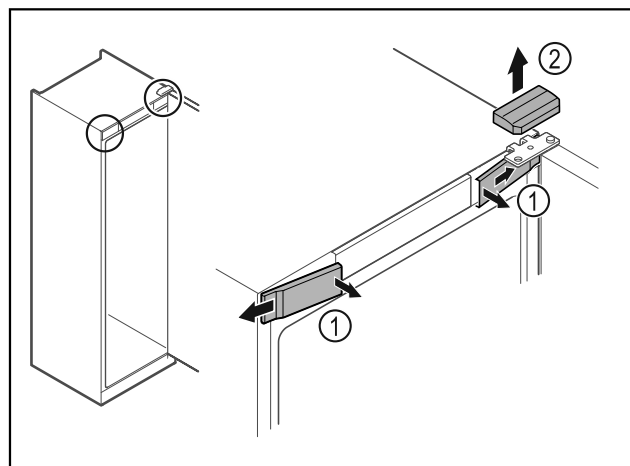

Fig. 11
- 从内侧松开前盖板 Fig. 11 (1)并移到一旁。
- 朝上取下上盖板 Fig. 11 (2)。